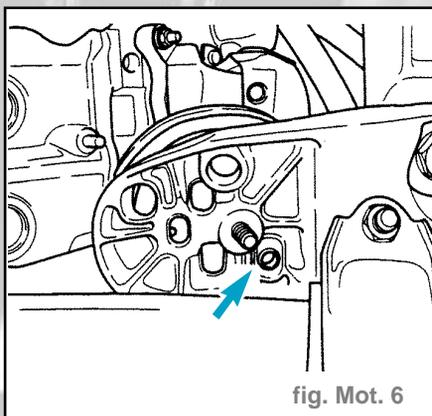

fig. Mot. 6
**Nota :** En abaissant le moteur, veiller à ce que le tenon du palier de moteur s'engage dans le berceau (fig. Mot. 6).